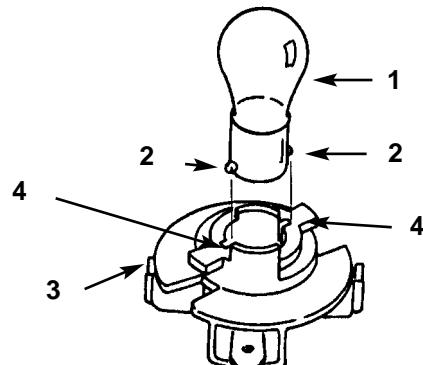

Fig. 19
- Spingete la lampada e fatela girare in senso antiorario fin quando si ferma (circa 1/4 di giro), quindi toglietela dal portalampada (Fig. 19).
- Lo zoccolo della lampada è provvisto di spine metalliche. Allineate le spine con le guide nel portalampada, ed inserite lo zoccolo nel portalampada (Fig. 19). Spingete la lampada e giratela in senso orario fin quando non si ferma.